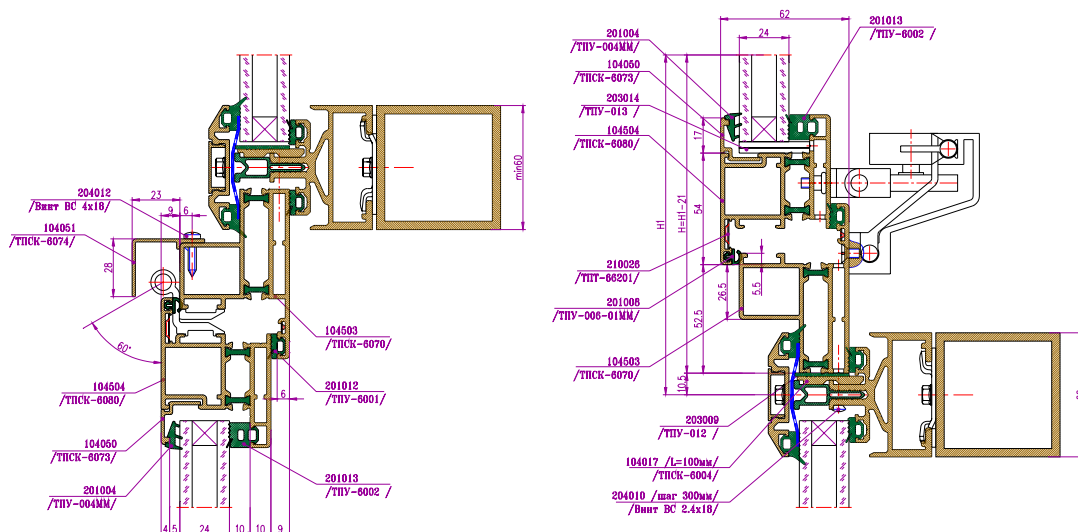

Рис.9-9 Установка вентиляционного люка
- сначала в проем, указанный в конструкторской документации, устанавливается люк и крепится по периметру самонарезающими винтами ВС 2.4x18 с шагом 300мм (рис.9-9);